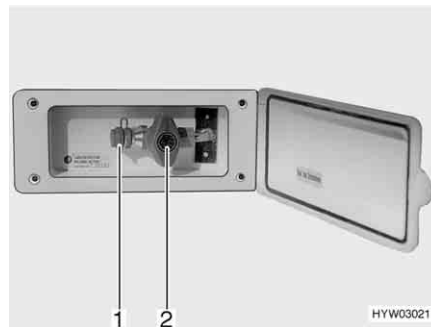

Fig. 86 Raccordement externe de gaz avec robinet d'arrêt de gaz fermé
Le raccordement externe de gaz (Fig. 86) se trouve, selon les modèles, à l'arrière ou sur le côté gauche ou droit du véhicule.
- Raccorder l'appareil à gaz externe sur le raccord (Fig. 86,1).
- Ouvrir le robinet d'arrêt de gaz (Fig. 86,2).